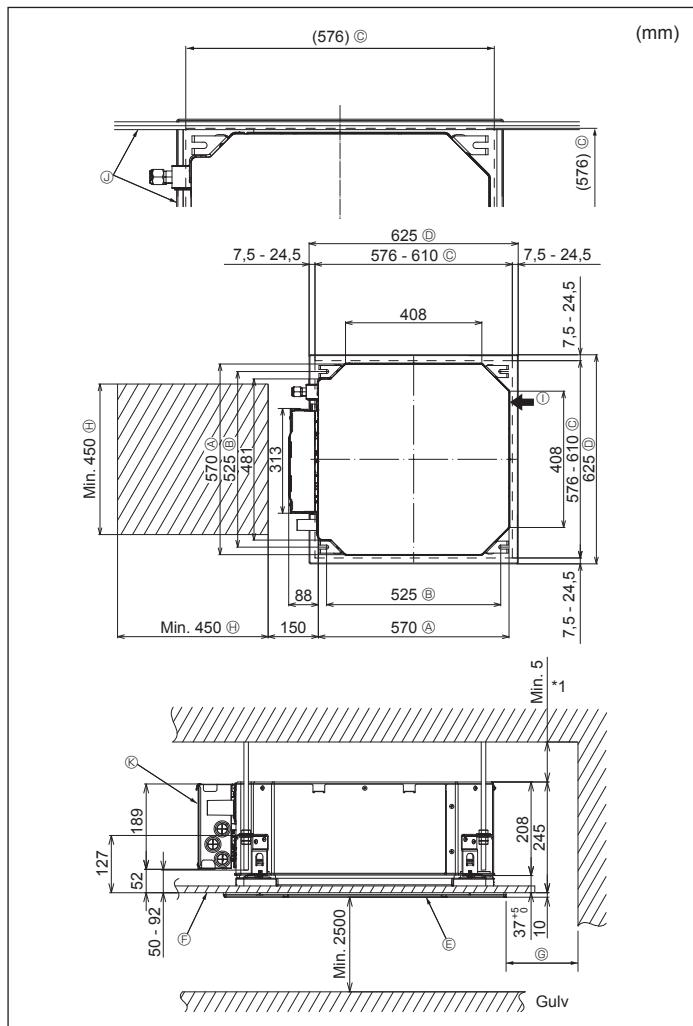

Fig. 2-2
2.2. Åbninger mod loft og placering for installation af suspensionsbolt (Fig. 2-2)